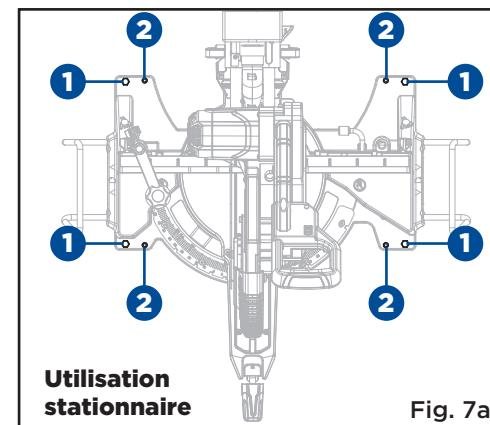
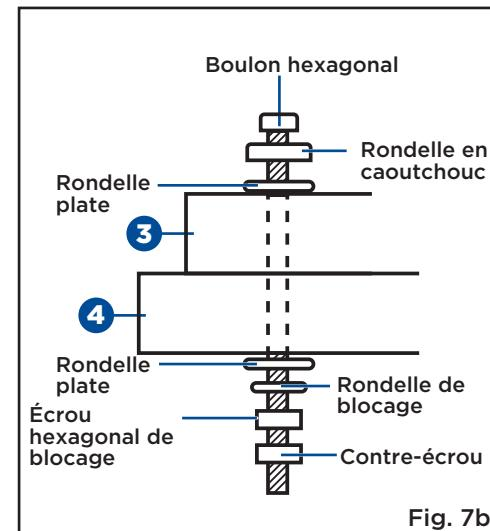
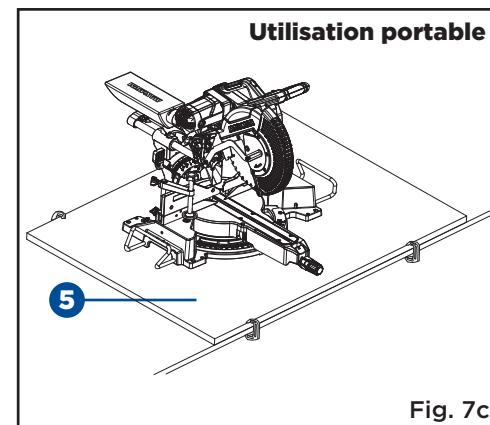

Fig. 7a
Fig. 7b
Fig. 7c
MONTAGE DE LA SCIE À ONGLETS (FIG. 7a-7c)
Pour une utilisation stationnaire, placez la scie à l'emplacement souhaité, directement sur un établi où il y a de la place pour la manipulation et le support adéquat de la pièce. La base de la scie a deux trous de montage (1, 2) (Fig. 7a). Boulonnez la base de la scie à onglet (3) sur la surface de travail (4) en consultant la figure 7b ci-contre sur la méthode de fixation recommandée.
Placez la scie sur un morceau de contreplaqué de 3/4 po (19 mm) (5) (Fig. 7c). Boulonnez fermement la base de la scie à onglets sur le contreplaqué en utilisant les trous de montage (Fig. 7a) situés sur la base. Utilisez des brides en C (non incluses) pour fixer ce plateau de montage à une surface de travail stable sur le chantier. (Fig. 7c)